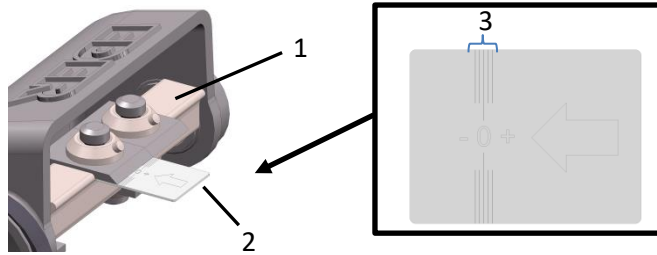

Fig. 5: Ajuste del cuchillo
- > Deslice el calibre de ajuste (**2** - Fig.5) en la dirección de la flecha bajo el cuchillo hasta el rodillo descortezador (**1** - Fig.5).
Atención: El filo del cuchillo debe estar en el área marcado (**3** - Fig.5).